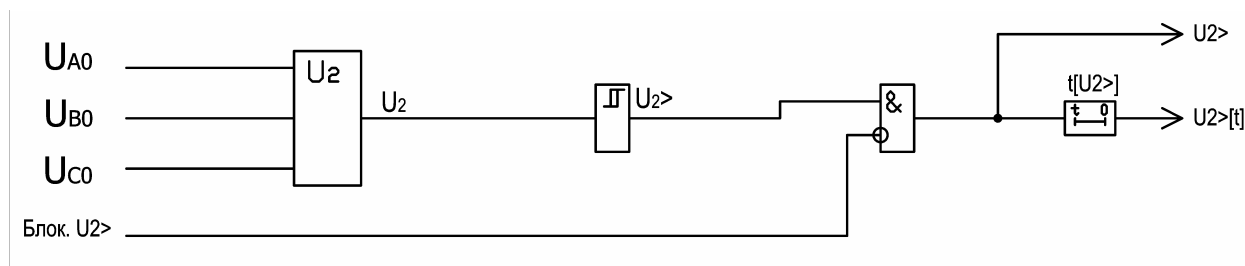

Рисунок 3 – Функциональная схема алгоритма защиты от повышения напряжения обратной последовательности
2.3.4.1 Защита измеряет три фазных напряжения и по ним вычисляет напряжение обратной последовательности. Пуск защиты происходит при превышении напряжением обратной последовательности заданной уставки (рисунок 3).